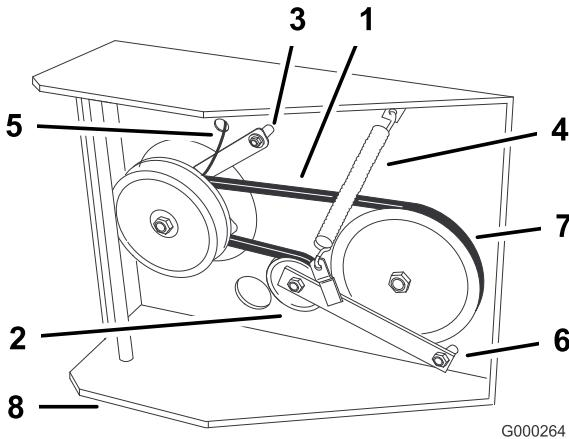

Figure 48
- Détachez le dispositif de retenue de l'embrayage du plancher moteur (Figure 48).
- Décrochez le ressort de tension sur le côté du bâti (Figure 48).
- Serrez le boulon de pivot à 47–54 Nm (35–40 pi-lb). Placez le ressort de tension entre le bras de la poulie de tension et la patte du bâti (Figure 48).
- Reposez le dispositif de retenue de l'embrayage sur le plancher moteur (Figure 48).